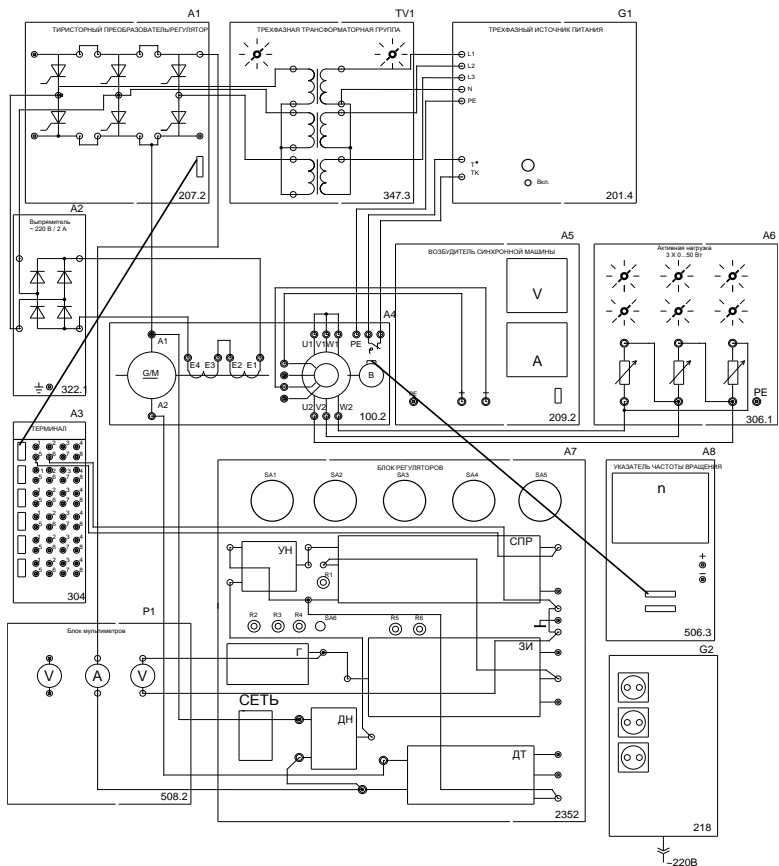

Рис. 19.1. Электрическая схема соединений
2. Собрать электрическую схему соединений по рис. 19.1.